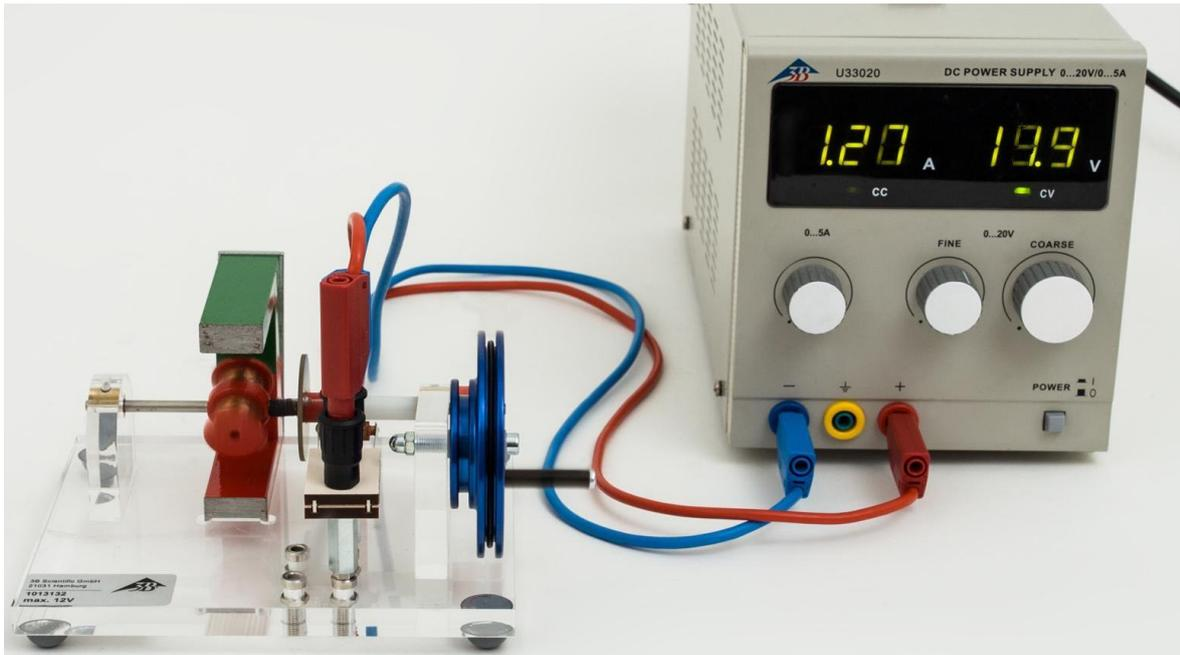

Fig. 2 Fonctionnement comme moteur à courant continu
- Enficher le collecteur sur la paire de douilles de droite du panneau de connexions sur la plaque de travail (cf. fig. 2).